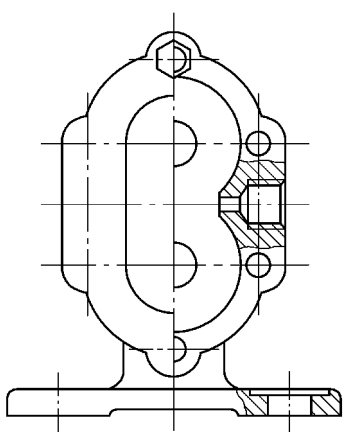

图 12-28 插入螺栓头左视图
5) 插入块“lstz”至泵体零件图的左视图中, 插入点为最上方螺孔的圆心, 如图 12-28 所示。